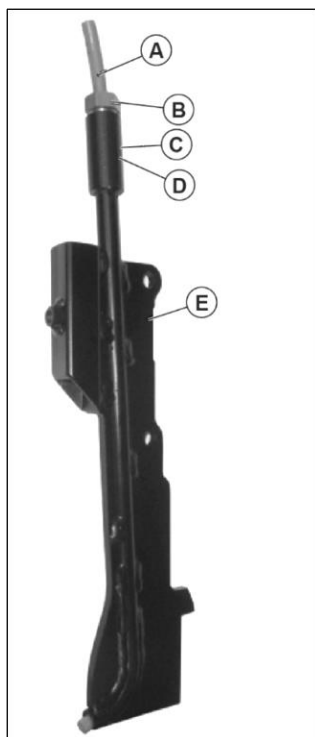

Рис. 4
1. Уплотнительное кольцо (D)
2. Прокладка (C)
3. Контргайка (B)
Слегка ослабив гайку, вставьте трубку (A) таким образом, чтобы она выглядывала из нижней части примерно на 5 мм. После этого затяните гайку ключом на 17, чтобы зафиксировать трубку. На рис. 4 показана надлежащим образом собранная направляющая кабеля. Теперь направляющую кабеля можно закрепить на агрегате.